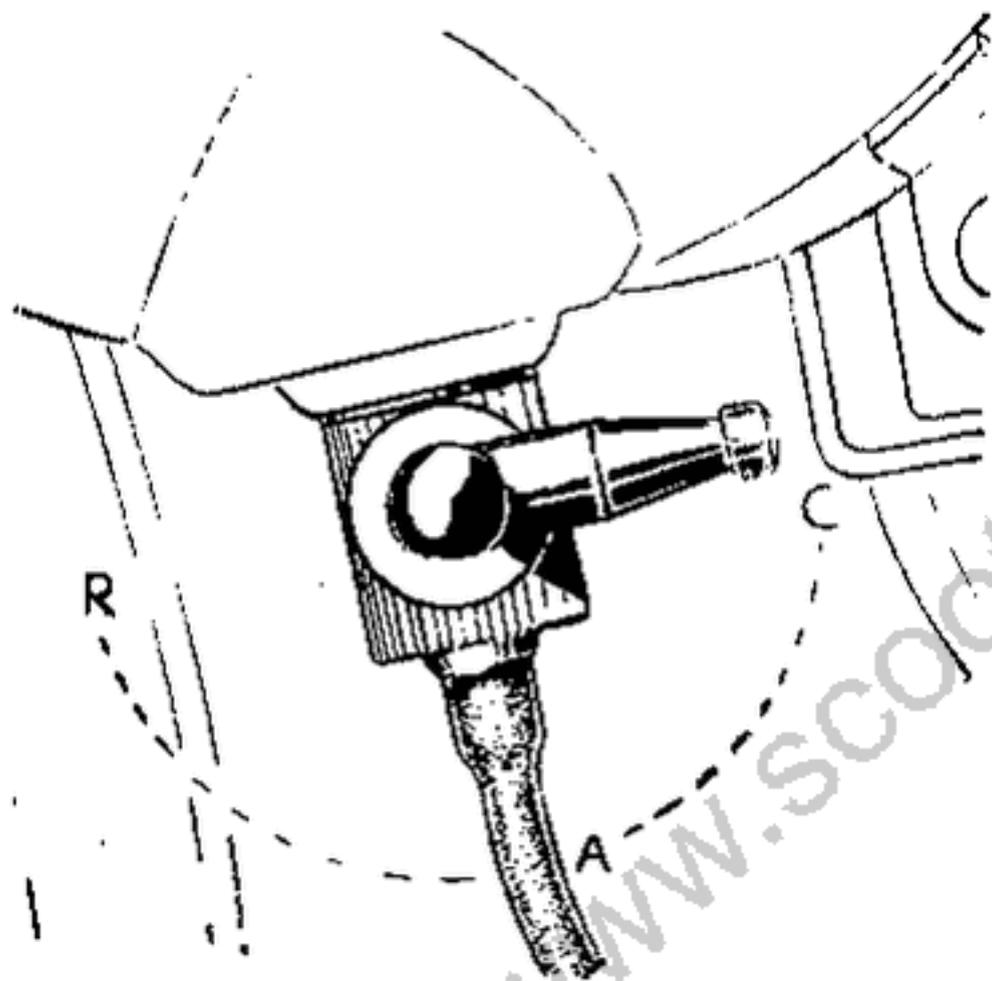

Fig. 3 - Rubinetto miscela.
Rubinetto a 3 posizioni: (V. fig. 3).
- Aprire il rubinetto della benzina sul serbatoio portando il manettino nella posizione « A » aperto (v. fig. 3).